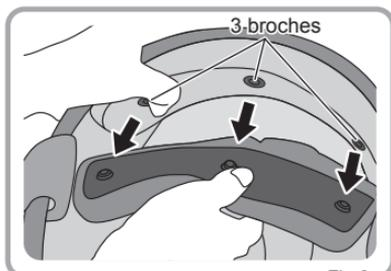

Fig.2
2. Suelte los 3 broches de la parte posterior; a continuación, la almohadilla interior se podrá extraer. Fig. 2